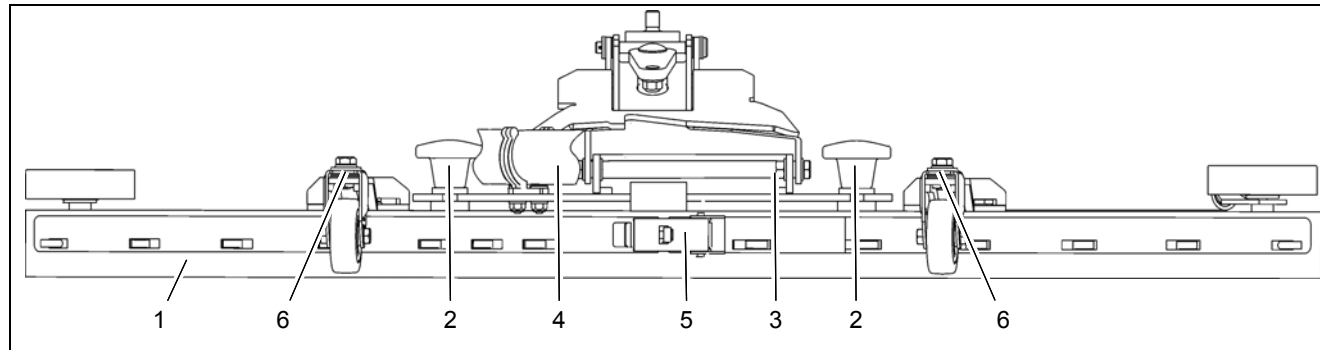

Abb.1
Den Saugfuß (Abb. 1/1) täglich kontrollieren und bei Bedarf reinigen. Zum Reinigen den Saugfuß ausheben, den Saugschlauch (Abb. 1/4) abziehen, die beiden Sterngriffe (Abb. 1/2) lösen und den Saugfuß abnehmen.
Die innere und äußere Dichtleiste am Saugfuß (Abb. 1/1) wöchentlich auf Verschleiß kontrollieren. Die Dichtleisten lassen sich vierfach verwenden.
3. Den Spannverschluß (Abb. 1/5) lösen und die äußere Dichtleiste abnehmen. Die Dichtleiste drehen oder bei Bedarf wechseln. Die innere Dichtleiste sinngemäß wechseln.